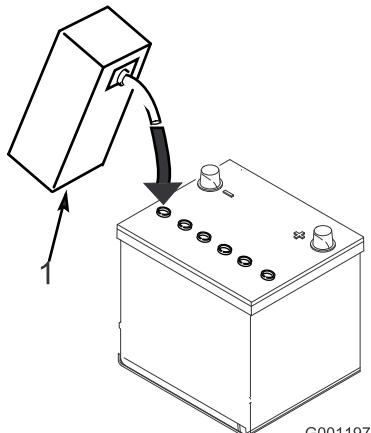

図 4
3. 各セルに慎重に電解液を満たす。電極板が6mm程度水没するぐらいが適当(図4)。
4. 電極板が液を吸収するまで20~30分間程度待つ。必要に応じて、電極板が6mm程度水没するぐらいに電解液を補充する(図4)。